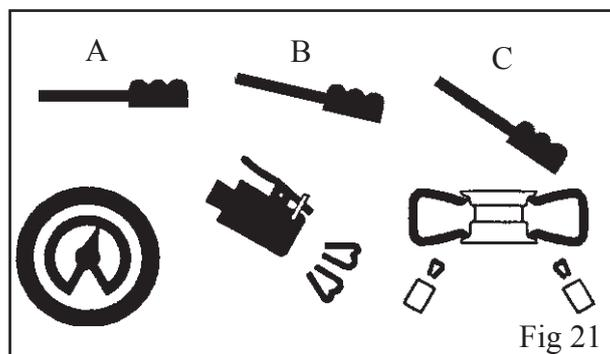

Fig 21
- Premere il pedale di gonfiaggio in posizione intermedia (B - Fig. 21).
- Se il pneumatico non si intallona sollevarlo manualmente in modo che il tallone superiore faccia tenuta contro il cerchio, quindi premere a fondo il pedale (C - Fig. 21). Un potente getto d'aria uscirà dagli ugelli posti sulle griffe consentendo l'intallonatura.
- Rilasciare il pneumatico e sollevare leggermente il piede in modo da riportare il pedale in pos. B (fig. 21). Continuare il gonfiaggio sempre a brevi getti d'aria leggendo negli intervalli la pressione indicata sul manometro.
- Press the pedal down to intermediate position (B - Fig. 21).
- If the bead of tyre is not well seated, due to a strong bead, lift tyre manually until the upper bead seals against the rim, then press pedal all the way down (C - Fig. 21). A strong jet of air will be released through the nozzles in the slides and this will help the bead seal.
- Release the tyre; set the pedal in the intermediate position (B - Fig. 21) and continue to inflate the tyre with short jets of air and constantly checking the pressure between air jets until the required pressure has been reached.
- Appuyer sur la pédale de gonflage dans la position intermédiaire (**B** - Fig. 21).
- Appuyer à fond la pédale (**C** - Fig. 21). Un jet d'air puissant sortira des buses qui se trouvent sur les support coulissants en permettant le tallonage.
- Relâcher le pneumatique et soulever doucement le pied pour remettre la pédale de gonflage dans la position intermédiaire (**B** - Fig. 21).
Das Reifenfüllpedal auf die Zwischenstellung bringen. (B - Abb.21).
Wenn der Reifenwulst nicht in die Felge rutscht, ist der Reifen von Hand abzuheben, bis sein oberer Wulst gegen die Felge stößt, um dann das Pedal durchzutreten (C - Abb.21). Dabei tritt ein heftiger Luftstrahl aus den Öffnungen in den gleitfähigen Spannklaunen aus und hilft beim Aufziehen des Reifens.
Den Reifen loslassen und den Fuß auf dem Pedal leicht anheben, damit dieses in die Zwischenstellung bringen. (B - Abb.21).